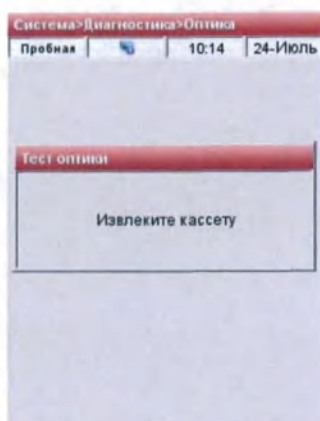

Рис.8-26 Извлеките кассету
- Снимите кассету (Рис. 8-26).